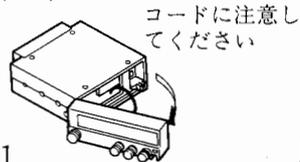

図2 ホルダーを外す
5. ケーブルをはさまないように注意しながらパネルを戻します。ケーブルはパネル背面の溝にはめると扱いやすくなります。(図2)
2. マイクロホンのコネクターと、マイクロホンのケーブルをはめていたホルダーを外します(図2)。